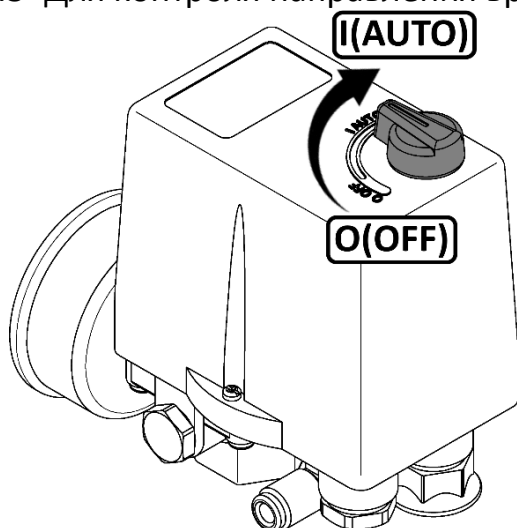

Рисунок 4
- Проверьте, чтобы выключатель на прессостате находился в выключенном положении "OFF" или "O", в зависимости от исполнения (см. рисунок 4).
- 1 Выключить компрессор выключателем на прессостате. Для этого необходимо переключить выключатель в положение "OFF" или "O", в зависимости от исполнения (см. рисунок 4). После этого остановится электродвигатель и произойдет сброс давления из нагнетательного воздухопровода и поршневого блока.
Для пуска компрессоров СБ4/С-100.AB858, СБ4/С-270.AB858, СБ4/Ф-270.AB858, СБ4/Ф-270.AB858В, СБ4/Ф-500.AB858, СБ4/Ф-270.AB858/16, СБ4/Ф-500.AB858/16, СБ4/Ф-500.AB858ТБ после срабатывания защиты выполните следующие действия: после того, как двигатель остынет до допустимой температуры переключите выключатель на прессостате в положение "OFF" (см. рисунок 4), а затем включите компрессор переключив выключатель в положение "AUTO".